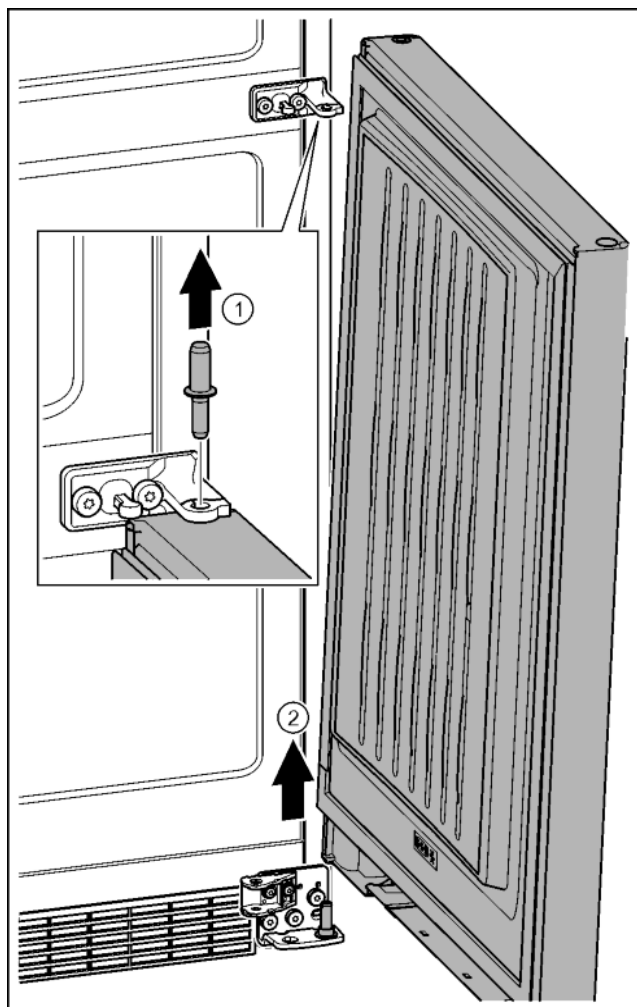

Fig. 25
- ▶ Витягніть гвинт догори. Fig. 25 (1)
- ▶ Відкрийте дверцята, зніміть рухом вгору та відкладіть убік. Fig. 25 (2)